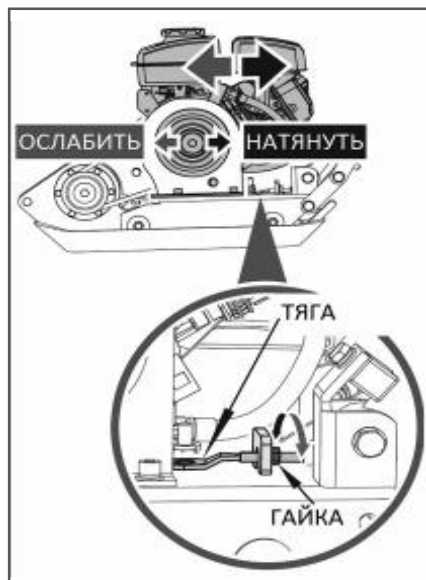

Рис. 30 Регулировка натяжения ремня Т-50
4. При необходимости, произведите регулировку натяжения ремней. Регулировка натяжения ремней осуществляется: для натяжения ремней - перемещением двигателя от вибратора; для ослабления ремней – перемещением двигателя к вибратору. Для ослабления или натяжения ремня на виброплите Т-50: — ослабьте затяжку болтов и гаек крепления двигателя к раме; — для натяжения ремня закрутите гайку тяги натяжного устройства (Рис. 30); — для ослабления ремня открутите гайку тяги натяжного устройства и сдвиньте двигатель к вибратору (Рис. 30).